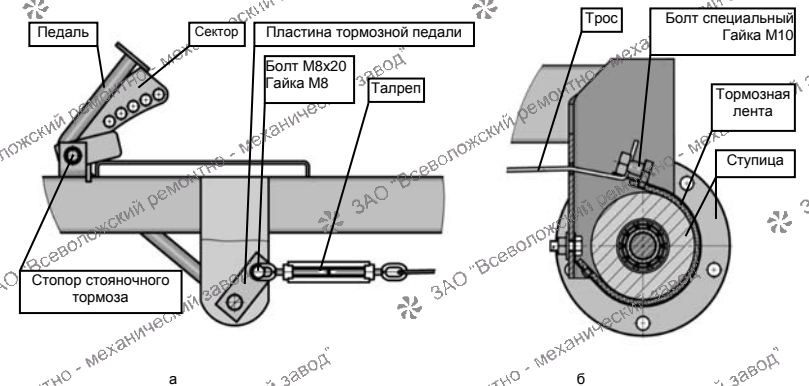

Рисунок 2 Регулировка натяжения тормозного троса
6.6 Отсоединить один конец тормозного троса от тормозной ленты, ослабив гайку на специальном болте с отверстием (рис. 2-б), и продеть через ушко талрепа (ушки талрепа должны быть максимально разведены). Другое ушко талрепа соединить с отверстием в пластине педали тормоза (рис. 2-а) при помощи болта М8х20 и самостопорящейся гайки М8. Обрато соединить свободный конец троса с тормозной лентой, отрегулировать предварительное натяжение троса и закрепить конец с помощью специального болта и гайки. Окончательная регулировка производится талрепом. Регулировка натяжения нового троса рекомендуется произвести несколько раз после приложения усилия на педаль величиной до 40 кгс. Параметры натяжения указаны в пункте 8.4.